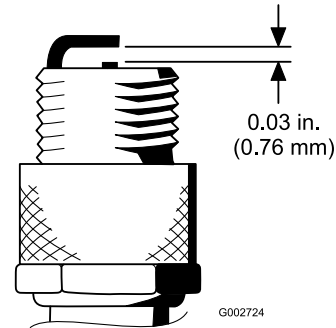

图 28
4. 将中心电极与侧电极之间的气隙设置为0.76mm请参阅图28。安装已设定正确气隙、带密封垫片的火花塞并将火花塞拧紧至23N·m。如果没有使用扭矩扳手请牢固拧紧火花塞。